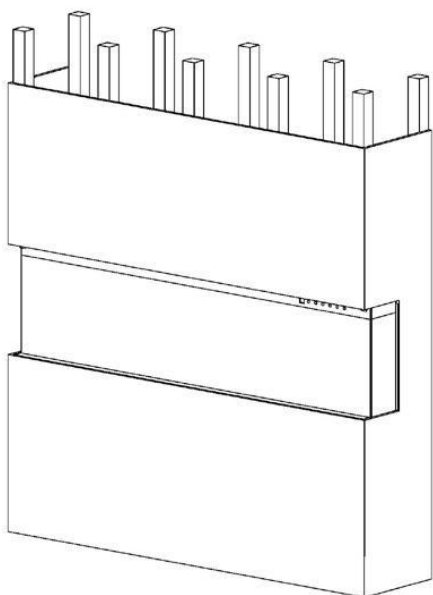

Fig.3-4
7. recouvrir le panneau de verre d'un sac plastique de protection et installer le contreplaqué ou la cloison sèche. Fig.3-4